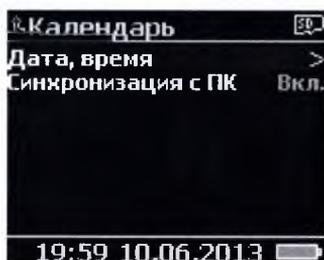

Рисунок 40
2.3.1.3.1 Календарь (Рисунок 40)